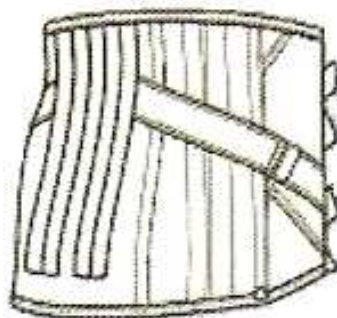

Figure 25 : CML montante au dos avec tirants hypogastriques (56)
- CML montante au dos et munie de diverses adjonctions apportant un soutien hypogastrique (cf. supra.). Prévues dans les cas d'insuffisance de la musculature abdominale et en particulier l'obésité afin de soulager le dos et maintenir la proéminence abdominale. Les adjonctions peuvent être une patte hypogastrique avec tirants (MN ou GM), une sangle intérieure, un tirant hypogastrique ou bride de rappel lombo-sacrée, etc. (Figure 25) ;